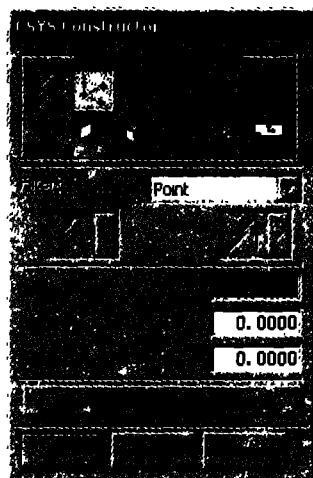

图 1.24 坐标副功能对话框
- **Specify New CSYS(指定新坐标系)**: 该选项用于定义新坐标系, 并应用于指定的坐标系。选择该选项后, 系统会显示如图 1.24 所示的 CSYS Constructor 对话框, 并用坐标副功能对话框定义云点构面的坐标系。该对话框的功能及使用方法请看《Unigraphics V18.0 基础教程》的 3.3 节。